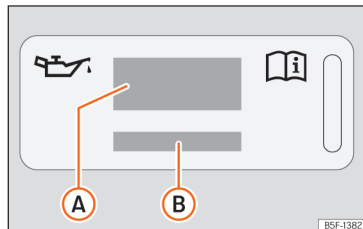
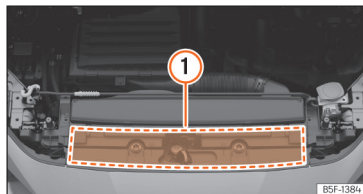

Fig. 211 No compartimento do motor: etiqueta de óleo do motor
Fig. 212 No compartimento do motor: zona de localização da etiqueta de óleo do motor
Legenda da >>> **Fig. 211:**
Se tiver de adicionar óleo do motor, utilize um dos óleos indicados na etiqueta >>> **Fig. 211**. A etiqueta com a norma prescrita encontra-se na parte da frente do compartimento do motor >>> **Fig. 212** (1). Se utilizar o óleo do motor recomendado, é possível corrigir o nível do enchimento tantas vezes quantas forem necessárias.
- Se faltar a etiqueta com a especificação do óleo do motor >>> Fig. 211, contacte uma oficina especializada.